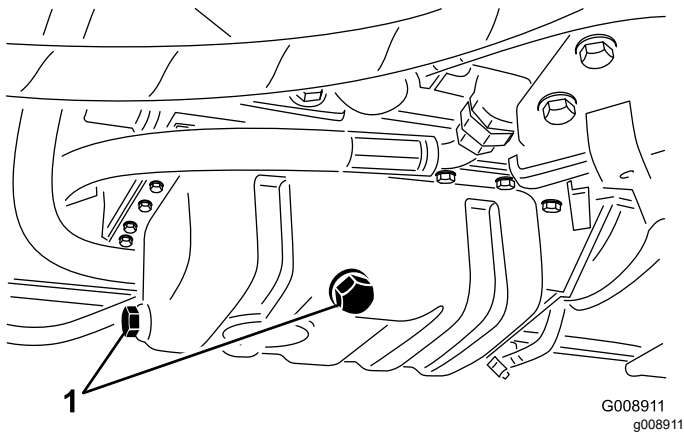

Figura 55
1. Retire el tapón de vaciado (Figura 55) y deje fluir el aceite a un recipiente apropiado.